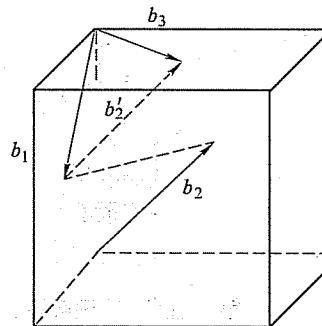

图 18-3 第二题第 3 小题解答图
3. 新位错为 $b_3 = \frac{a}{2} [110]$ 。位错线为 (111) 面与 $(\bar{1}\bar{1}\bar{1})$ 面的交线 $[110]$ 。两者垂直，因此是刃型位错。如图 18-3 所示。
4. $\{110\}$ ：(110) (101) (011) ($\bar{1}\bar{1}0$) ($\bar{1}01$) ($0\bar{1}1$)